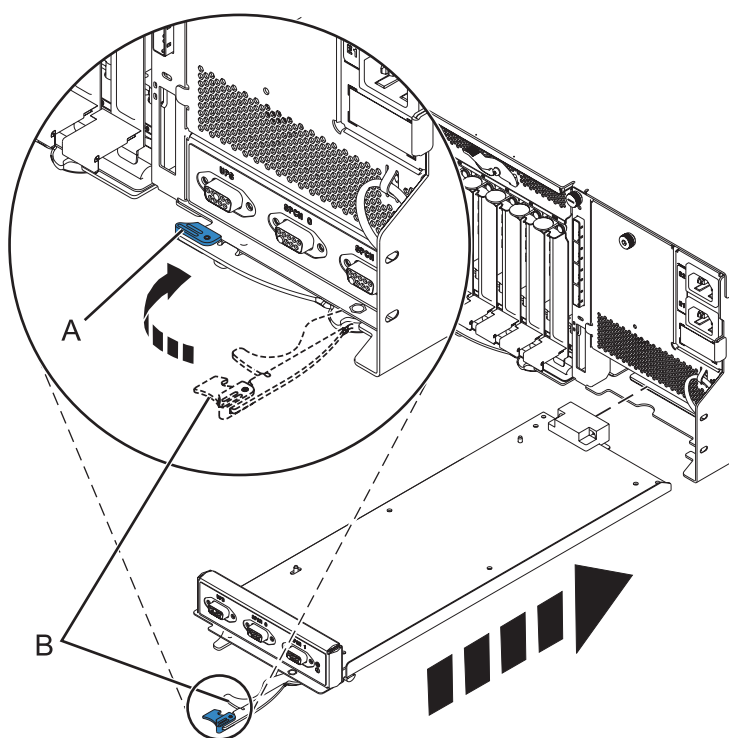

Figura 90. Sustituir el controlador de gestión de alojamiento
7. Deslice suavemente el controlador de gestión de alojamientos en el sistema y cierre el pestillo (A) como se muestra en Figura 90.